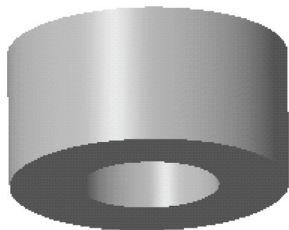

图 11-7 装配第一个零件
STEP 07 单击“元件放置”选项卡中的“完成”按钮, 装配第一个零件，效果如图 11-7 所示。